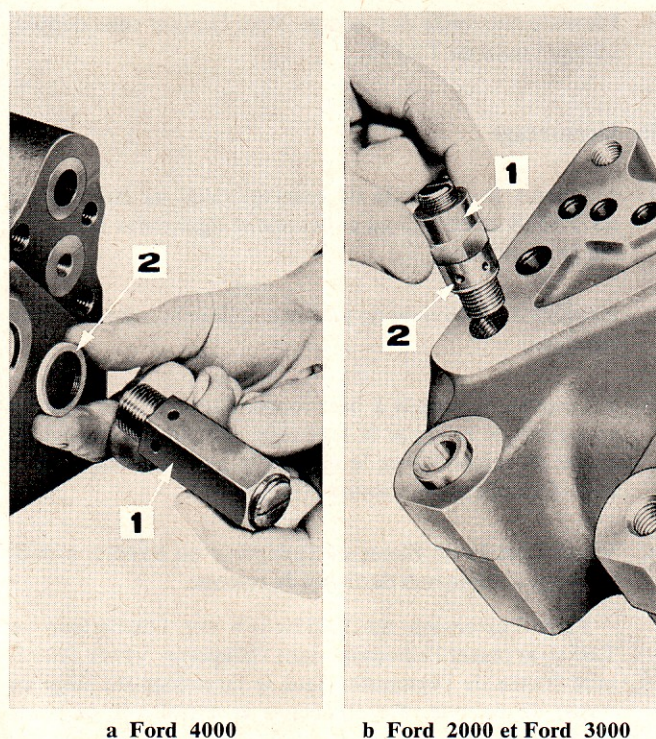

Figure 28: Pose du clapet de sûreté du cylindre de relevage
15. Monter le clapet de sûreté du cylindre en utilisant un joint neuf entre le clapet et le cylindre (Figure 28).